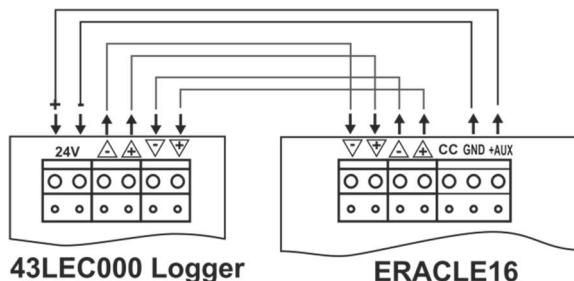

Figura 2 (a) – Conexión del módulo 43LEC000 a ERACLE 16
4. Conecte el dispositivo al panel de control ERACLE 16 de acuerdo con la Figura 2 (a) usando el cable de conexión.